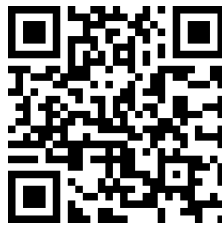

Fig.10.1
1.1 Scaricare e installare l'APP "Sime" dal Play Store di Google o dall'APP Store di IOS (Fig. 10.1).